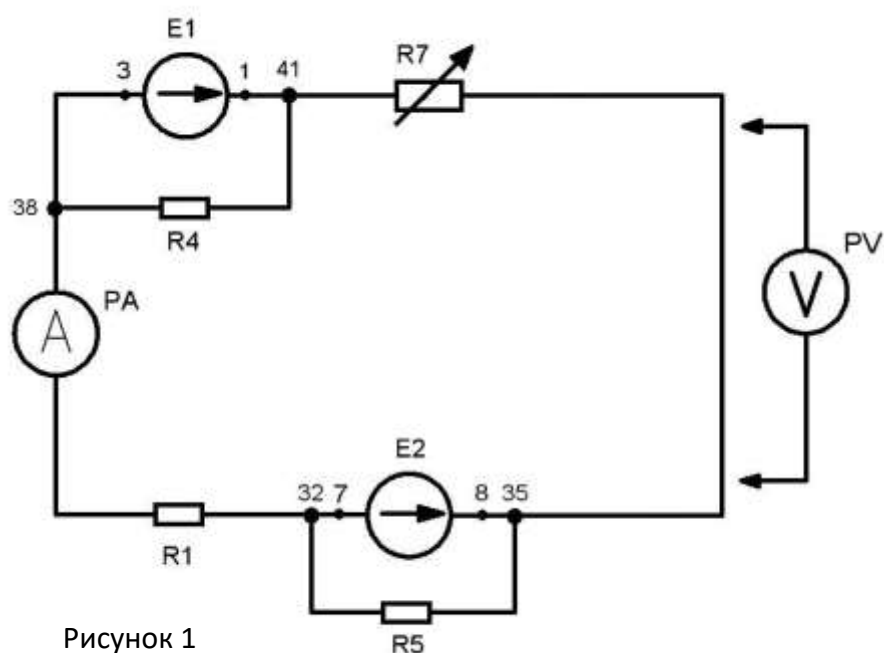

Рисунок 1
1. Начертить схему цепи. Рисунок 1